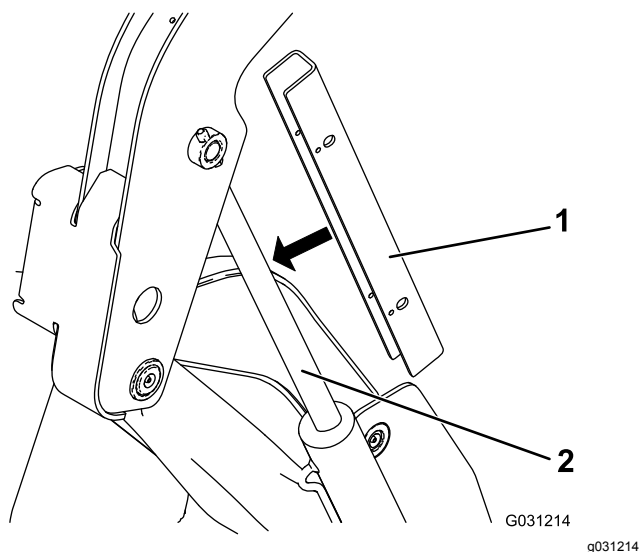

Рисунок 33
5. Поместите замок на шток гидроцилиндра подъема (Рисунок 33).